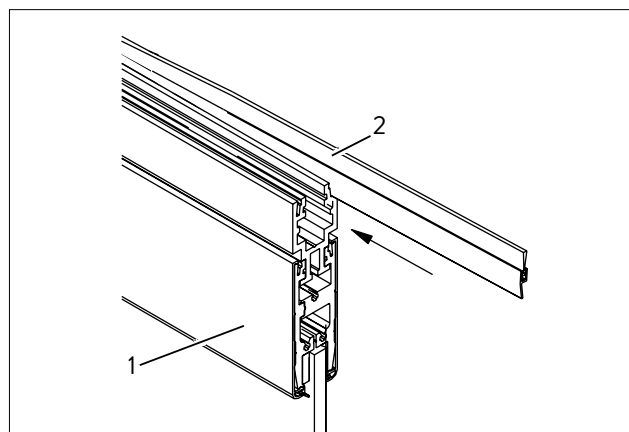

Abb. 36 Bürstendichtung einsetzen
5. Neue Bürstendichtung (Abb. 36/2) in die Türschiene (Abb. 36/1) einsetzen.